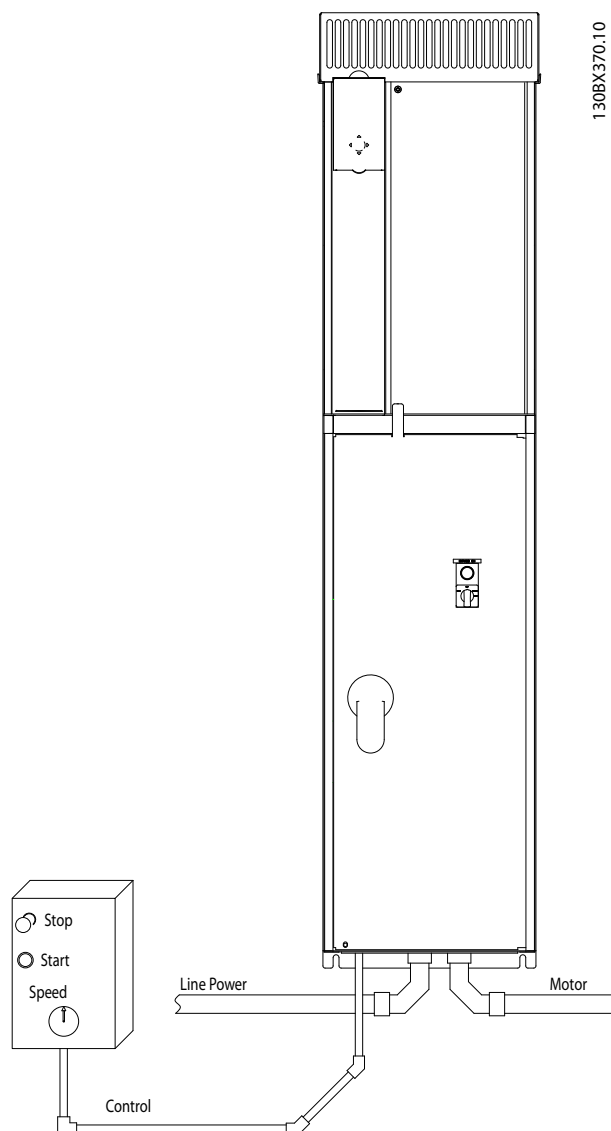

图 2.3 使用线管执行正确电气安装的示例
- 由于电动机线路带有高频电流，因此主电源、电动机功率以及控制线路必须单独布线。请使用金属线管或单独的屏蔽线。请参阅图 2.3。如果不隔离功率、电动机和控制线路，将可能影响设备的性能。